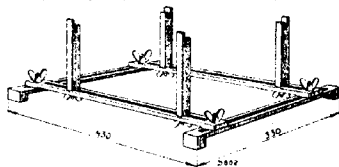

Fig. 2
2. Het toestel mag nooit op de spoelbussen dragen; gebruik dus bij reparatie een montagebankje, bij voorkeur een universeel bankje, volgens fig. 2 (Code Nr. 09.991.000),